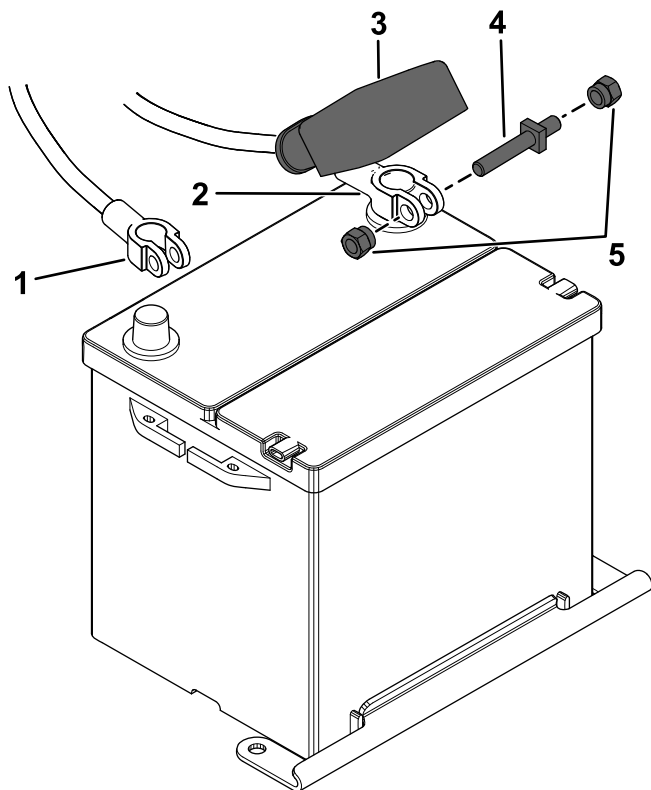

Figura 69
1. Desconecte los cables de la batería (Figura 69).
2. Conecte los cables de la batería (Figura 69).